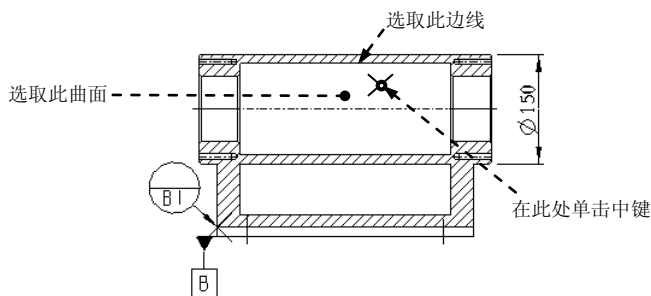

图 5.9.51 设置放置参照
(1) 选择 **注释**  命令。
(2) 此时系统弹出“几何公差”对话框，在对话框左侧的公差符号区域中，单击  按钮。
(3) 在 **模型参照** 选项卡中进行下列操作。
① 定义公差参照。单击 **参照**: 区域的 **类型** 下拉列表中选择 **曲面** 选项，在系统  **选取曲面** 的提示下，选取图 5.9.51 所示主视图的曲面。
② 定义公差的位置。
b) 在系统  **选取多边, 尺寸界线, 基准点, 多个轴线, 曲线 或 顶点** 的提示下，选取图 5.9.51 所示的边线，再选择 **LEADER TYPE (引线类型)** 菜单中的 **Done (完成)** 命令。
c) 在图 5.9.51 所示的位置单击鼠标，放置圆柱度公差。